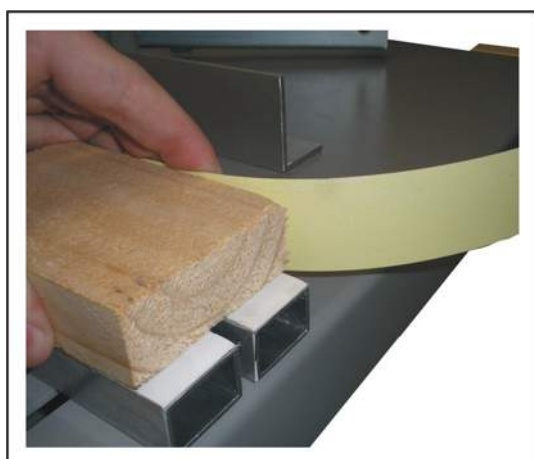

Fig. 18
- ✓ Com o objeto em mãos o operador deve selecionar a largura da fita de borda que será utilizada para colagem fig. 18.